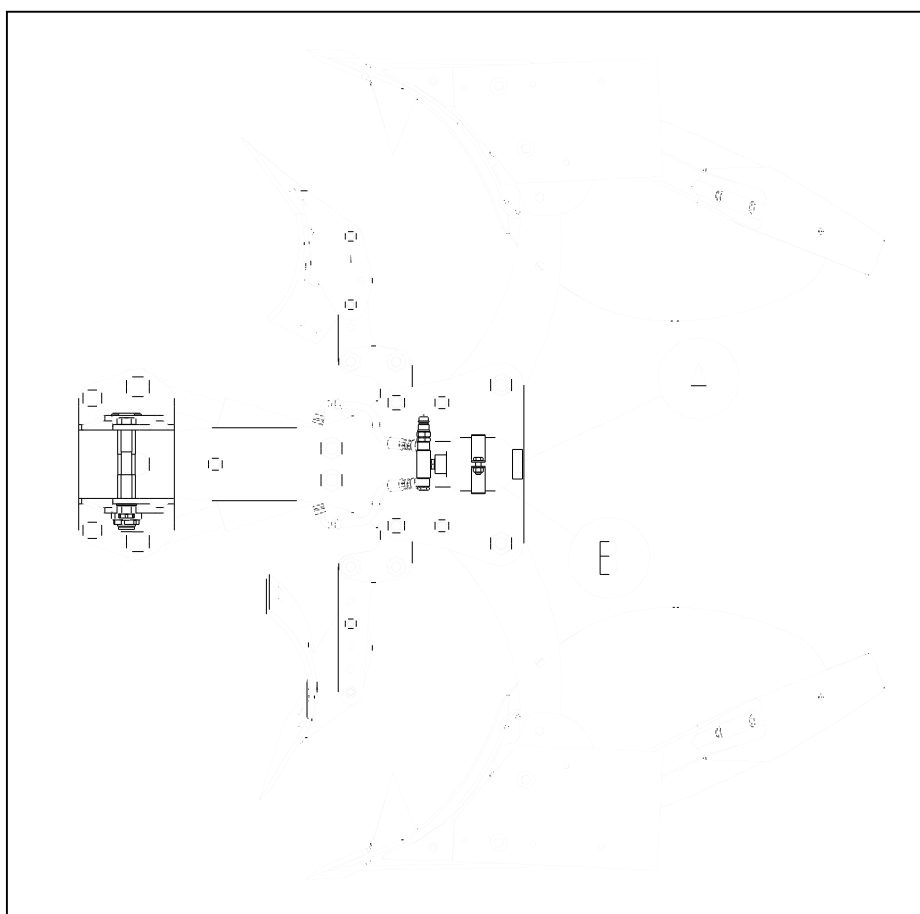

fig.18
- L'utilizzatore può, utilizzando il tubo ad innesto idraulico dato in dotazione, verificare la pressione di esercizio dell'olio nell'accumulatore (particolare B in fig.18) di ogni singolo corpo ed eventualmente correggerla, non superando in nessun caso i 170 bar. Il manometro montato sulla testata dell'aratro permette di controllare la pressione all'interno dell'accumulatore. L'operazione va eseguita solo in caso di effettiva necessità utilizzando l'olio in pressione proveniente dal distributore idraulico della trattrice.
- In nessun caso è possibile manomettere o intervenire sull'accumulatore dal suo lato posteriore (particolare A in fig.18), individuabile dal colore rosso del tappo di chiusura, all'interno del quale è presente azoto in pressione.